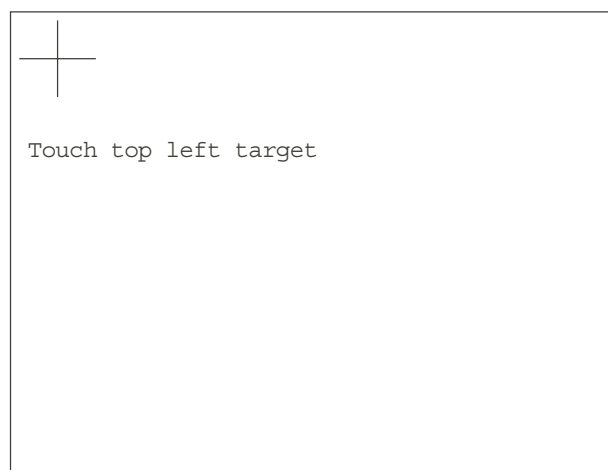

Abbildung D2 Kalibrieranzeige
1. Halten Sie bei Start des Schreibers einen Finger konstant auf dem Bildschirm, bis (nach ca. 30 Sekunden) die in Abbildung D1a/b gezeigte Diagnosesseite erscheint. Öffnen Sie mit der Taste Touch cal die erste Kalibrierseite (Abbildung D2*).